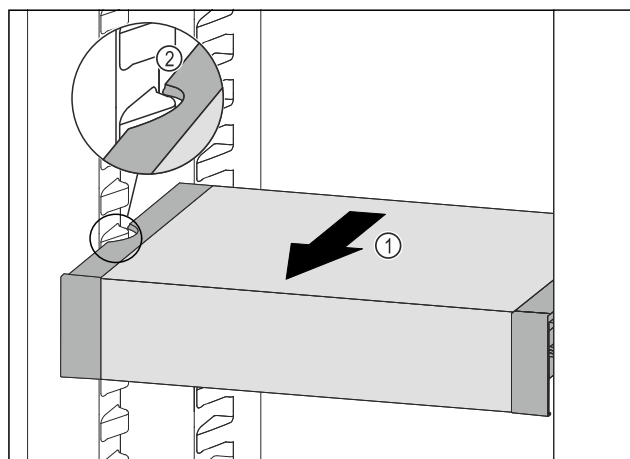

Fig. 92
- ▶ Træk VarioSafe fremefter Fig. 92 (1), indtil udsparringerne i siden på VarioSafe er på niveau med beholderribben i kølesektionen. Fig. 92 (2)